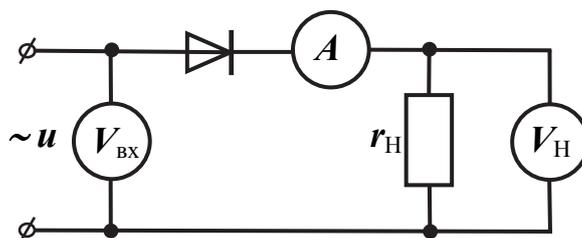

Рис. 22.1
1. Собрать схему однофазного однополупериодного выпрямителя (рис. 22.1).